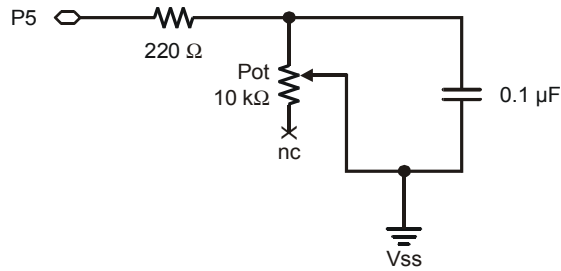
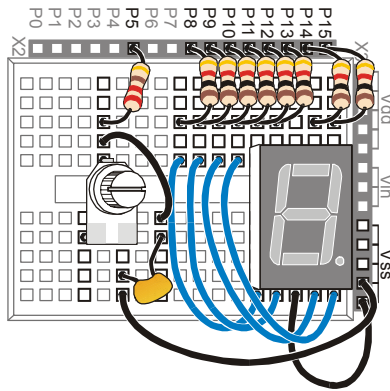

Figura 6-14
Figura 6-15
La Figura 6-14 mostra lo schema elettrico del circuito del Potenzimetro che deve essere aggiunto al progetto. La Figura 6-15 mostra lo schema di cablaggio del circuito della Figura 6-14 combinato con il circuito della Figura 6-10 a Pagina 1766.
- √ Aggiungete il circuito del Potenziometro al circuito del display LED a 7-segmenti come mostrato nella Figura 6-15.